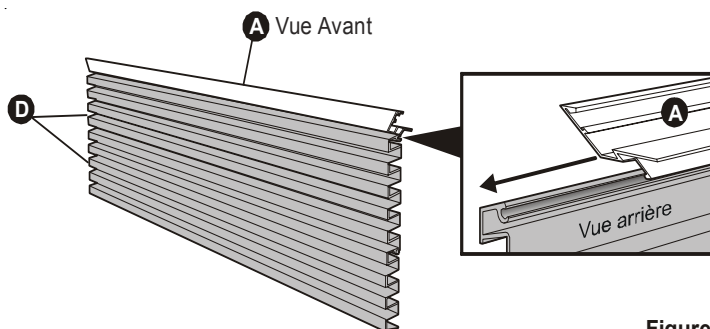

Figure 2
2. Glissez l'une des grilles supérieures (D) dans la garniture supérieure (A). Glissez la deuxième grille supérieure (D) dans la première grille supérieure (D). Voyez la figure 2. Fixez les pièces ensemble à l'aide de ruban pour éviter qu'elles glissent.